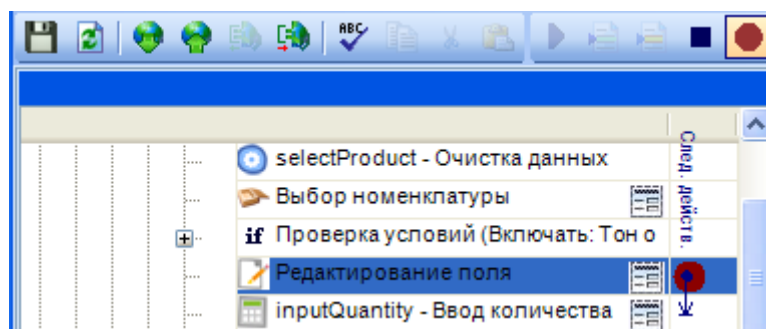

Рис. 8
-  **Установить/снять точку останова.** Устанавливает/снимает точку останова на выбранном в дереве действии. Выбранное действие подкрашено синим (Рис. 8).